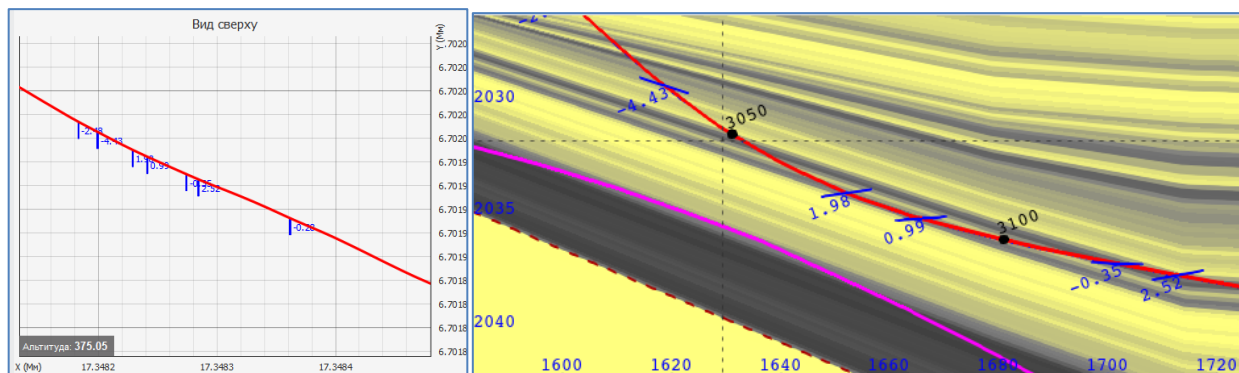

Рисунок 15. Отображение углов падения пласта на виде сверху и на разрезе пласта
- 6) Для отображения углов имиджа на разрезе или на виде сверху, перетащите имидж из дерева проекта в соответствующую область. Любое изменение «улыбок» на треке с имиджем или в таблице «Углы падения пласта» будет применяться в области отображения данных (Рисунок 15).